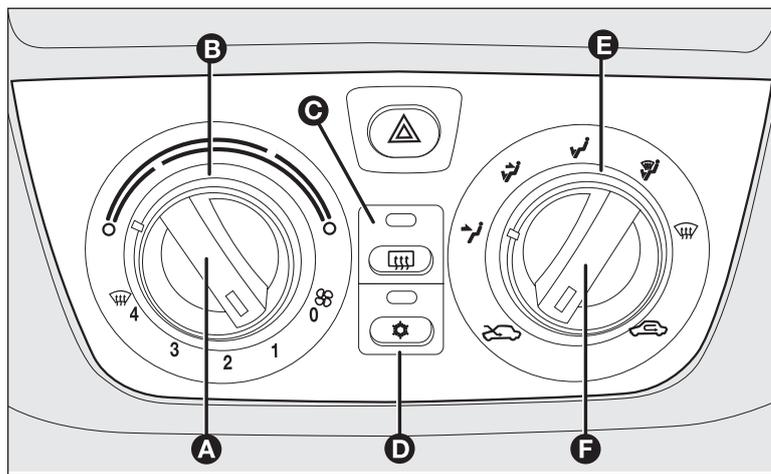

fig. 59
Ruotare verso destra (indice sul settore rosso) la ghiera girevole **B-fig. 59** per aumentare la temperatura o verso sinistra per diminuirla;
- posizionare la ghiera girevole **B-fig. 59** sul settore blu;
Posizionare la manopola **F-fig. 59** su .
- ruotare la ghiera girevole **B**-fig. 59 sul settore rosso;
- disinserire il ricircolo aria interna posizionando la manopola **F**-fig. 59 su .
Premere il pulsante **C-fig. 59** per attivare questa funzione: l'avvenuto inserimento della funzione è evidenziato dall'accensione del led sul pulsante stesso.
- ruotare la ghiera girevole **B-fig. 59** sul settore blu per selezionare la temperatura;
- disinserire il ricircolo aria interna posizionando la manopola **F-fig. 59** su ;